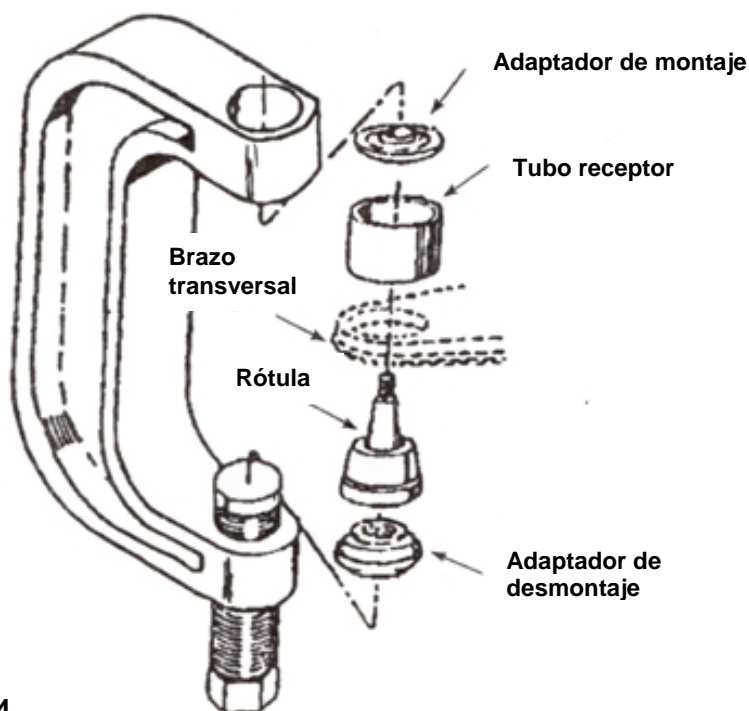

Fig. 4
3. Monte los componentes de la prensa para rótula tal como se muestra en la Fig. 4. Coloque el tubo receptor y apriete el tornillo tensor. Compruebe la correcta alineación de la herramienta y de todos los componentes y apriete el tornillo tensor hasta que la rótula esté montada de manera segura y firme.